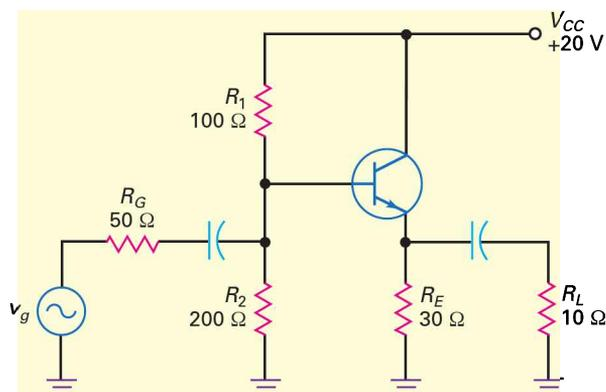

Figure 9.29
- 9.11 D'après la figure 9.29, quelle est l'impédance d'entrée de la base si $\beta = 200$? L'impédance d'entrée de l'étage ?
- 9.12 D'après la figure 9.29, quelle est la tension d'entrée de l'émetteur suiveur si $\beta = 150$ et $v_{in} = 1 \text{ V}$?
- 9.13 Quel est le gain en tension de la figure 9.29 ? Si $\beta = 175$, que vaut la tension AC sur la charge ?
- 9.15 Que vaut l'impédance de sortie de la figure 9.29 si $\beta = 100$?